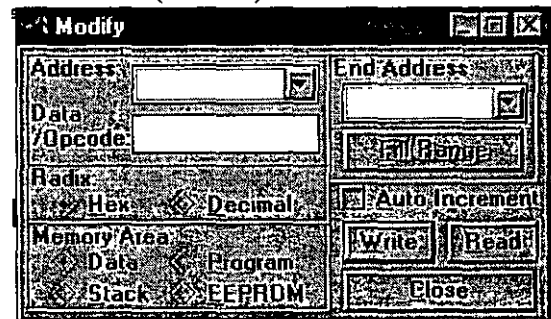

Figura 40.- Cuadro de diálogo de la opción Modify
dialogo de la opción *Modify* (Figura 40) en la que aparecerá ya la dirección del registro seleccionado.
1.12.- Modify: Al activar la opción **Window>Modify...** aparece el cuadro de diálogo **Modify** como el que se muestra en la Figura 40. En este cuadro se permite leer y escribir una posición de memoria o el rango de una posición de memoria. **Modify** puede trabajar en las áreas de memoria siguientes: